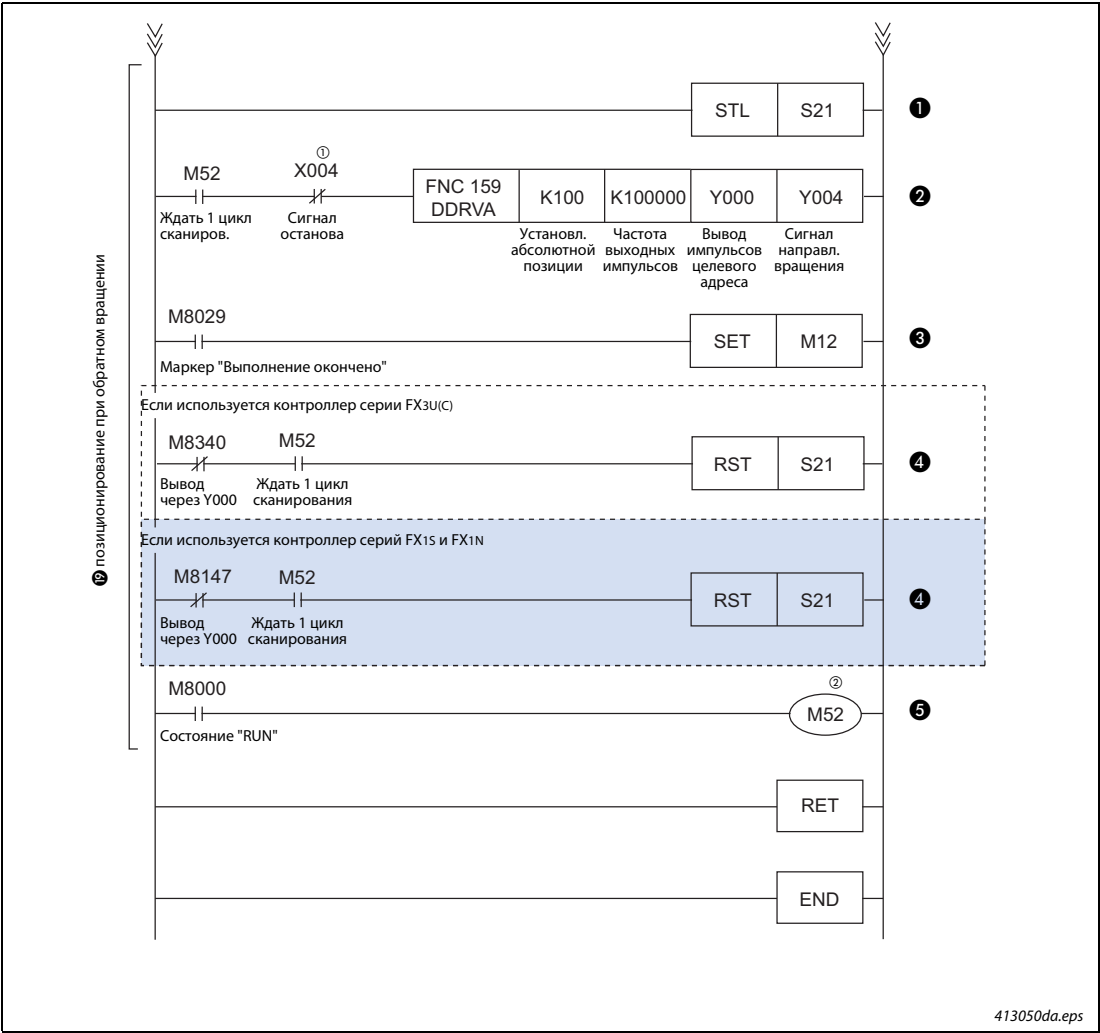

Рис. 4-3: Пример программы в виде релейно-контактной схемы (4)
①	Движение в нулевую точку
②	Команда движения в нулевую точку DZRN (сигнал стирания CLEAR: Y010: FX3U(C) Y002: FX1S, FX1N)
③	Маркер "Движение в нулевую точку окончено"
④	Конец движения в нулевую точку (самосброс)
⑤	Ожидание на протяжении 1 цикла сканирования
⑥	Позиционирование при прямом вращении
⑦	По команде DDRVA "Движение в абсолютную позицию" происходит движение в абсолютную позицию 500 000 (Y004 = ВКЛ.).
⑧	Активируется маркер "Позиционирование при прямом вращении окончено".
⑨	Позиционирование при прямом вращении завершается (самосброс).
Таб. 4-5: Описание релейно-контактной схемы, изображенной на рис. 4-3 (3)